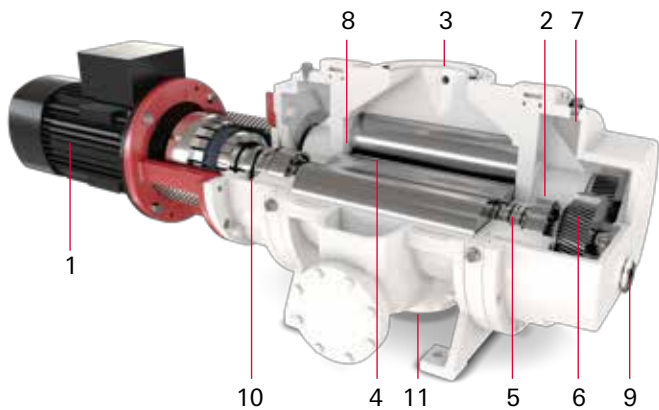

Abbildung 2: Schematischer Aufbau einer Wälzkolben-Vakuumpumpe
Abbildung 2 zeigt schematisch den Aufbau von Wälzkolbenpumpen. In ihrem Inneren rotieren zwei Wälzkolben (4) gegen-